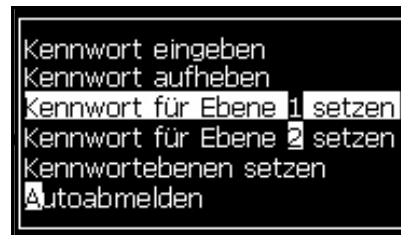
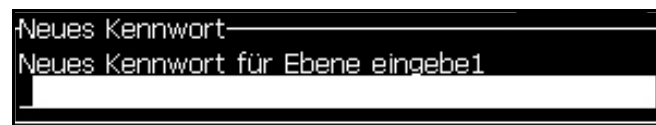

Abbildung 4-4: Kennwortebene setzen
Abbildung 4-5: Neues Kennwort
- 1 Drücken Sie die Tasten *Alt + W* und wählen Sie *Set Password for level* (*Kennwort setzen für Ebene*) 1 oder *Set Password for level* (*Kennwort setzen für Ebene* 2 im Menü *Password* (*Kennwort*) (siehe). Abbildung 4-4 auf Seite 4-4 Das Dialogfeld *New Password* (*Neues Kennwort*) erscheint (siehe Abbildung 4-5 auf Seite 4-4).